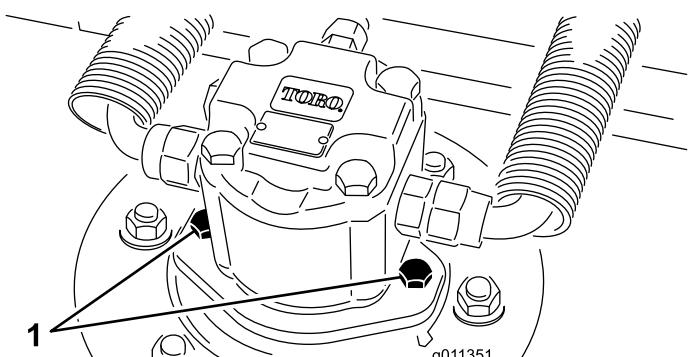

図 10
2. デッキから油圧モータを外す図 10。異物がつかないように、スピンドル上部にはカバーをかけておく。
4. デッキに油圧モータを取り付ける図 10。Oリングを忘れずに、また、損傷させないよう注意して取り付ける。